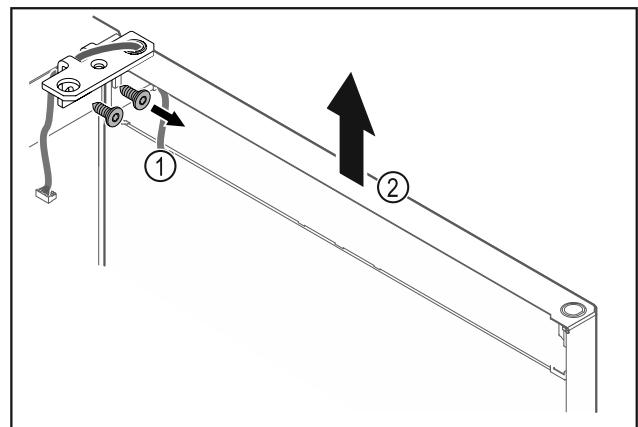

Fig. 27
- ▶ Desatornillar la escuadra de bisagra Fig. 27 (1).
- ▶ Levantar la puerta junto con la escuadra de bisagra Fig. 27 (2) aproximadamente 200 mm recta hacia arriba y retirar.